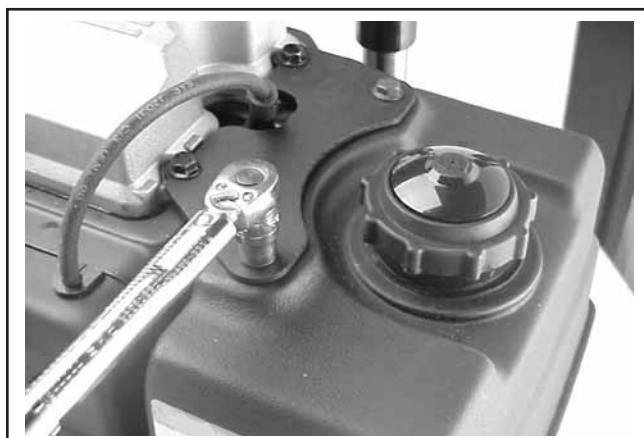

Figure 11-50. Installation des vis de montage supérieures du réservoir de carburant.
2. Installer des vis hexagonales à brides à travers le support supérieur dans le réservoir du carburant. Installer les écrous hexagonaux à brides sur les goupes afin de fixer le support de montage inférieur du réservoir de carburant. Serrer les vis au couple de 7,3 N·m (65 in. lb.). Voir la figure 11-50.